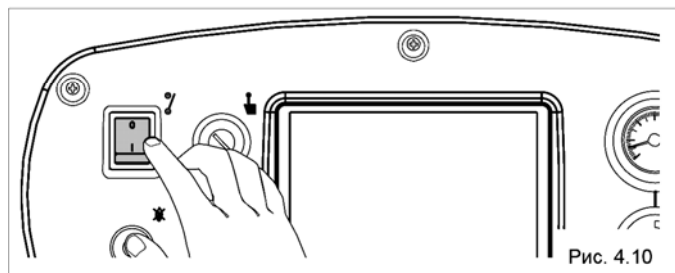

Рис. 4.10
- при выключении и последующем включении главного выключателя на панели управления (рис. 4.10);